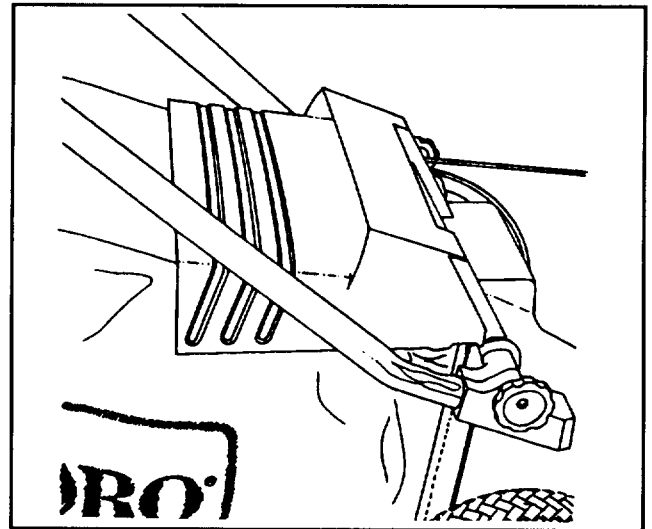

Abbildung 6
- Die Auswurfklappe liegt auf der Oberseite des Sacks (Abb. 6).